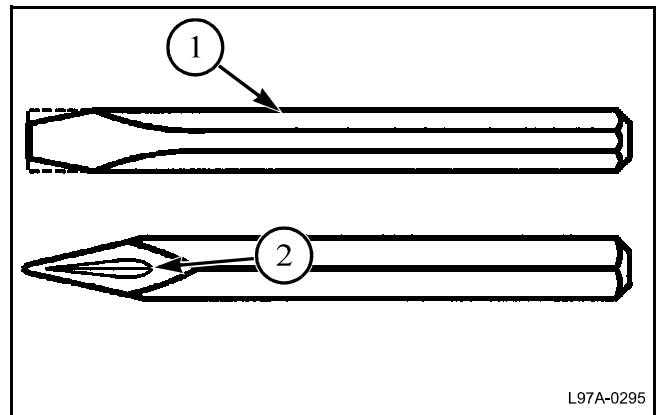

Figure 4
**Figure 4:** Fabriquer un outil spécial pour déposer les clavettes à nez situées aux endroits difficiles d'accès. Utiliser un burin de 25 mm (1 po) de large et rectifier la largeur du burin à 16 mm (5/8 po) (1). Meuler une fente (2) de chaque côté de la tête du burin. La fente permet d'empêcher le burin de glisser.